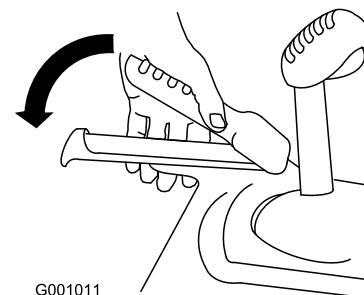

Bild 18
1. Drücken Sie zum Einkuppeln des Fahrtriebs den linken Hebel (Fahrtrieb) zum Handgriff (Bild 18).